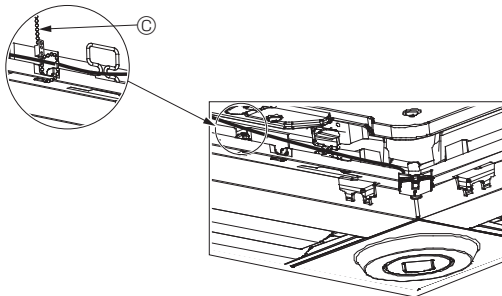

Fig. 10-12
- Прикріпіть проводи датчика i-See та приймача сигналу до панелі за допомогою хому, як показано на схемі, таким чином, щоб уникнути провисання проводів, та відріжте надлишок хому. (Fig. 10-12)
- Якщо замість положення «○» (Е) датчика i-See вказано положення «□» (F), змініть налаштування функцій. (див. стор. 13).